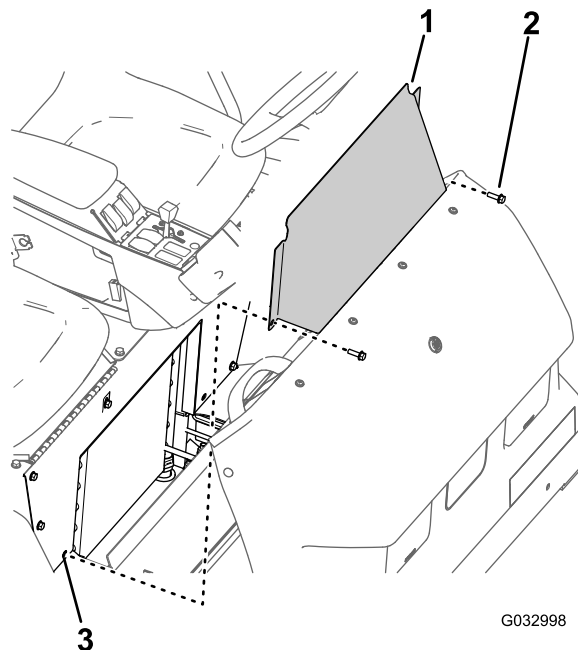

Bild 66
- Entfernen Sie die zwei Bundkopfschrauben, mit denen die Abdeckplatte am Sitzunterteil befestigt ist (Bild 66).
- Nehmen Sie die Abdeckplatte am Sitzunterteil von der Maschine ab (Bild 66).
- Fluchten Sie die Löcher in der Abdeckplatte des Sitzunterteils mit den Löchern im Sitzunterteil aus (Bild 66).
- Befestigen Sie die Abdeckplatte des Sitzunterteils mit den zwei Bundkopfschrauben (Bild 66) am Sitzunterteil, die Sie in Schritt 1 in Entfernen der Abdeckplatte am Sitzunterteil (Seite 56) entfernt haben.